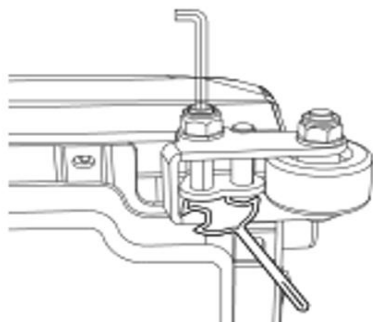

Рис. 1
2. Закрепите гайку с помощью универсального гаечного ключа и выверните винт с помощью шестигранного ключа диаметром 5 мм, поверните винт против часовой стрелки, как показано на рис. 1.